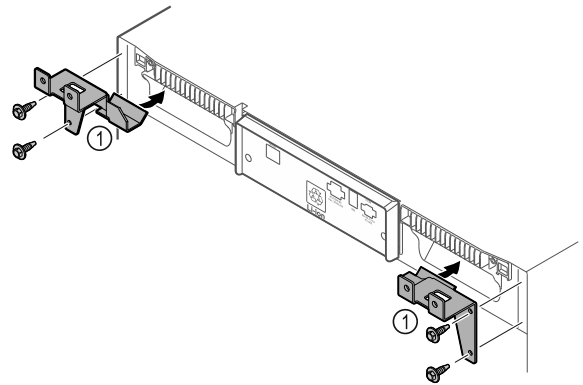

Fig. 12
- ▶ Змонтувати деталі кріплення Fig. 12 (1) за допомогою саморізів на пристрій.